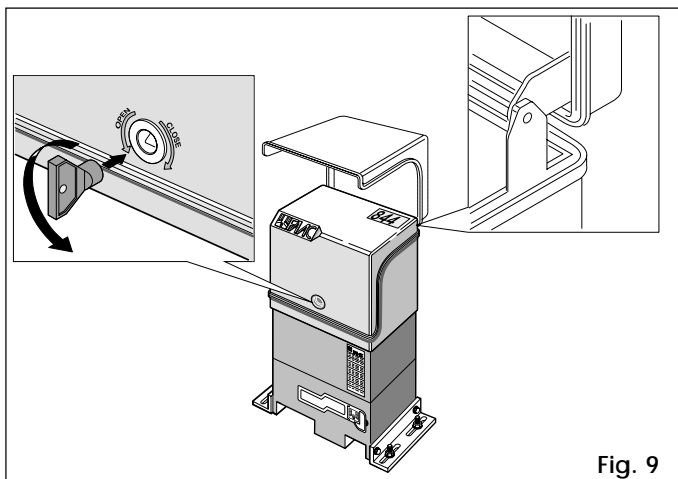

Fig. 9
- 2) Aprire il coperchio dell'operatore tramite la chiave a cava triangolare in dotazione come da Fig.9.